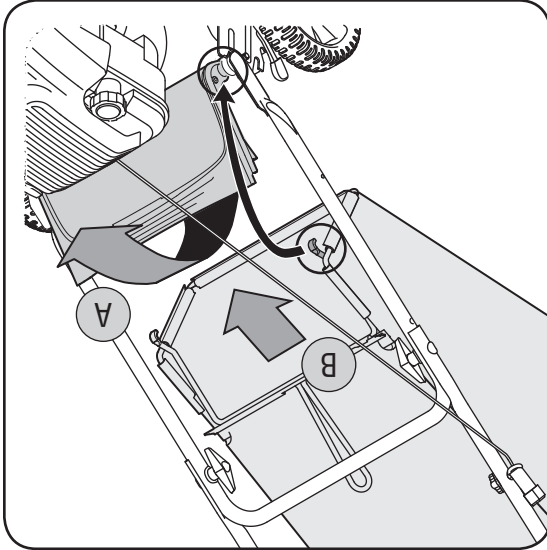

Figure 6
- a. Glissez le sac sur l'armature (côté en plastique noir sur le dessus). Enfoncez les crochets de l'armature dans les trous des glissières en plastique du sac à l'herbe. Voir la Figure 6.
- b. Attachez le sac sur l'armature en accrochant les glissières sur l'armature, comme à la Figure 6. Toutes les glissières en plastique, sauf celle du dessus du sac, s'accrochent de l'extérieur du sac. Le haut du sac s'attache de l'intérieur de celui-ci.